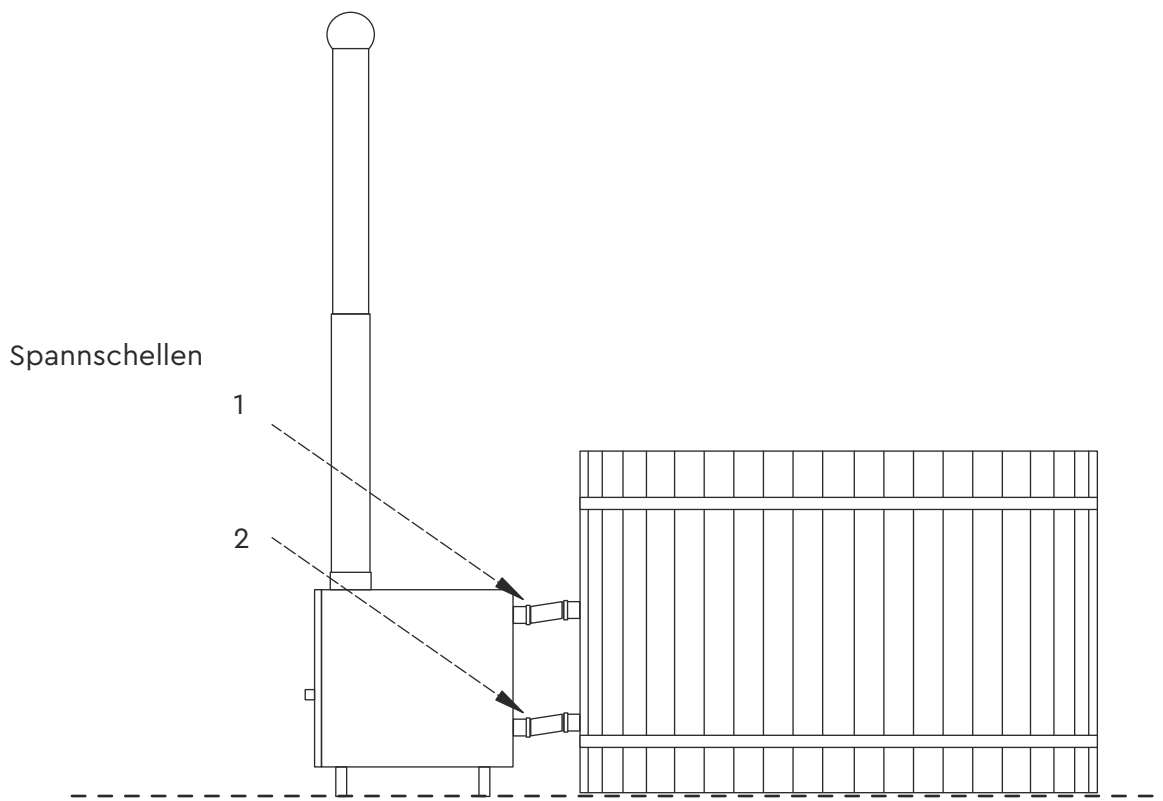

Abbildung 5
- Ziehen Sie die Schellen an (4 Stk.). Siehe Abbildung 5 und 6